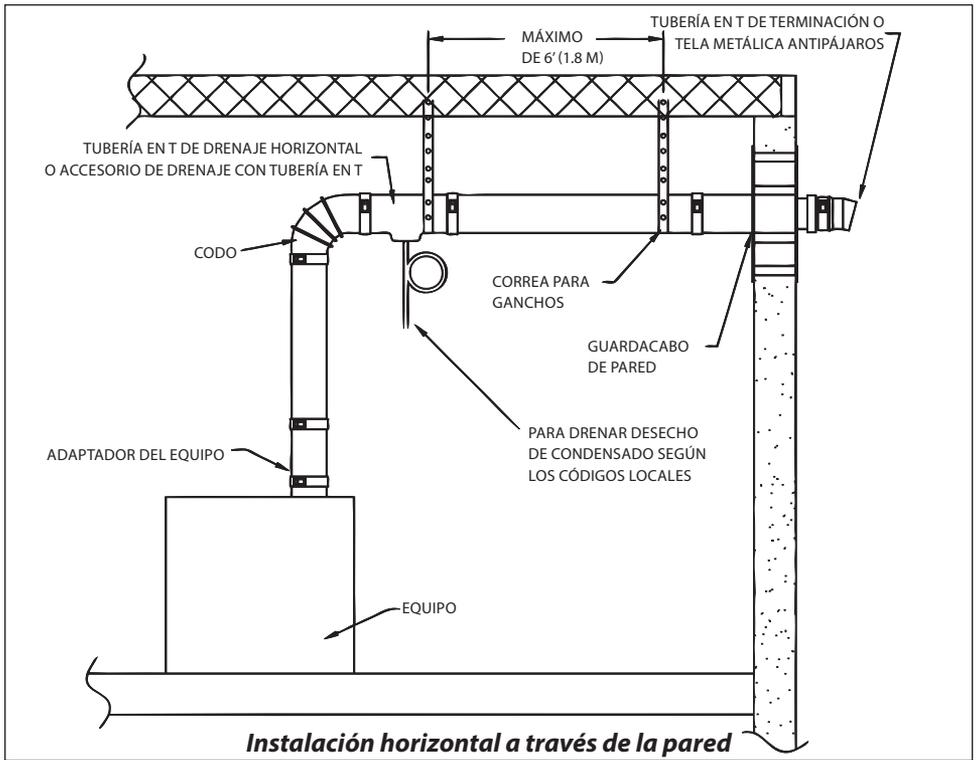

Figura 3
• Para una instalación horizontal típica a través de la pared, consulte la **Figura 3**. Al colocar la ventilación a través de una pared lateral, termine el sistema a no menos de 12" (30.48 cm) por encima del suelo y por encima de la línea de nieve en zonas geográficas en las que se acumula nieve. El área de terminación debe mantenerse libre de nieve y hielo en todo momento.